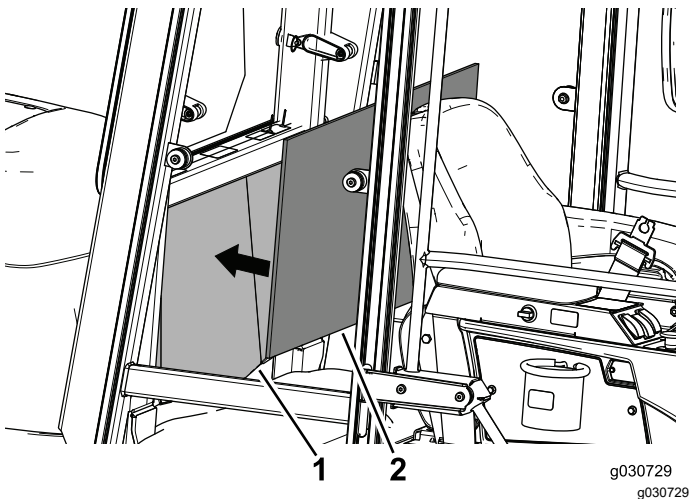

図 32
2. 内装パネルを、キャブ内部のバックパネルの中央に合わせて、取付位置を確認する 図 32。